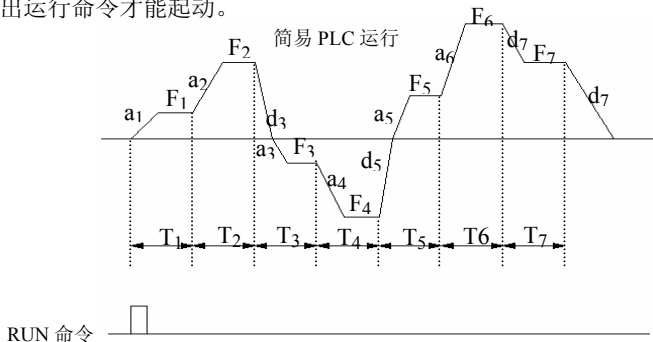

图 6-41 PLC 单循环后停机方式
**1：单循环后停机.**如图 6-41，变频器完成一个循环后自动停机，需要再次给出运行命令才能起动。